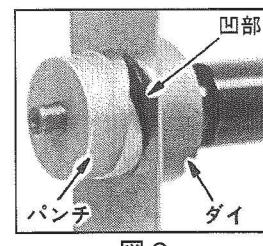

図6
- 加圧操作をおこない、パンチの刃の凹部分が被加工物を貫通するまで加圧してください。(図6)(板厚、材質、穴径等によっては、「パチン」という貫通音を発します。)